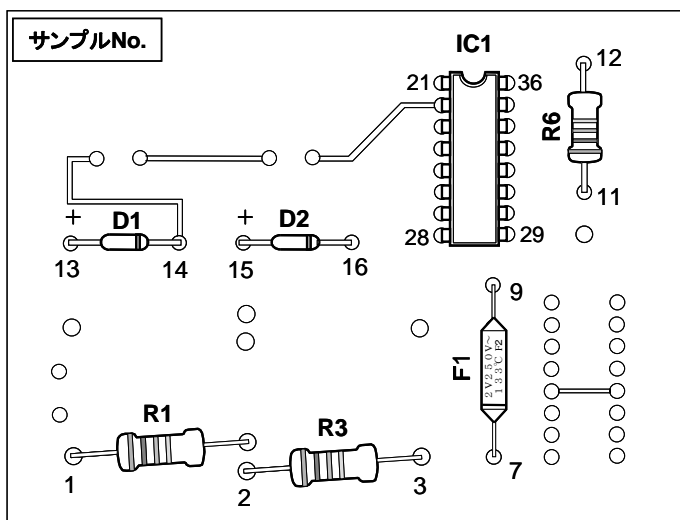
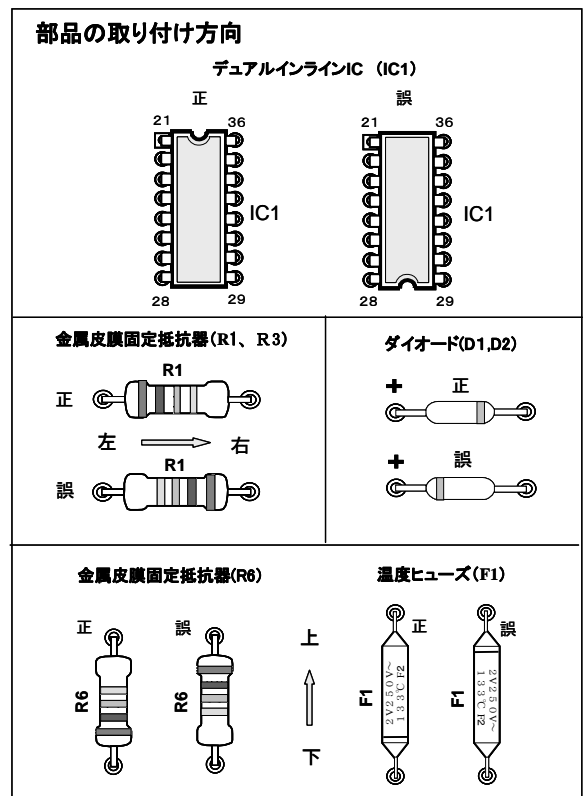

図1 試験材の組立図
図2 部品の取り付け方向
指定された試験材を「マイクロソルダリング技術認定・検定試験における品質判定基準」に基づき、指定の組立図（図1）と相違ないか、10倍の顕微鏡を用いて20分間で検査しなさい。なお、部品の種類および実装方法は表1に、部品の取り付け方向は図2に従うこととする。
- ① 解答用紙に指定された試験材のサンプル No. を記入しなさい。
- ② 解答用紙の縦の良否判定項目欄は「マイクロソルダリング技術認定・検定試験における品質判定基準」該当する各不良名称および良品を示し、横の欄は試験材に該当する部品記号およびランド No. を示している。
- ③ 試験材が図1、図2および表1に示す実装状態であるかを検査し、該当する部品記号と当てはまる良否判定項目の交わる欄に○印を記入しなさい。
- ④ 試験材が品質判定基準で示すソルダリング状態であるかを検査し、該当するランド No. と当てはまる良否判定項目の交わる欄に○印を記入しなさい。
- ⑤ 各部品記号の列と、各ランド No. の列にはそれぞれ○印を1個ずつ記入し、○印が合計22個であることを確認しなさい。